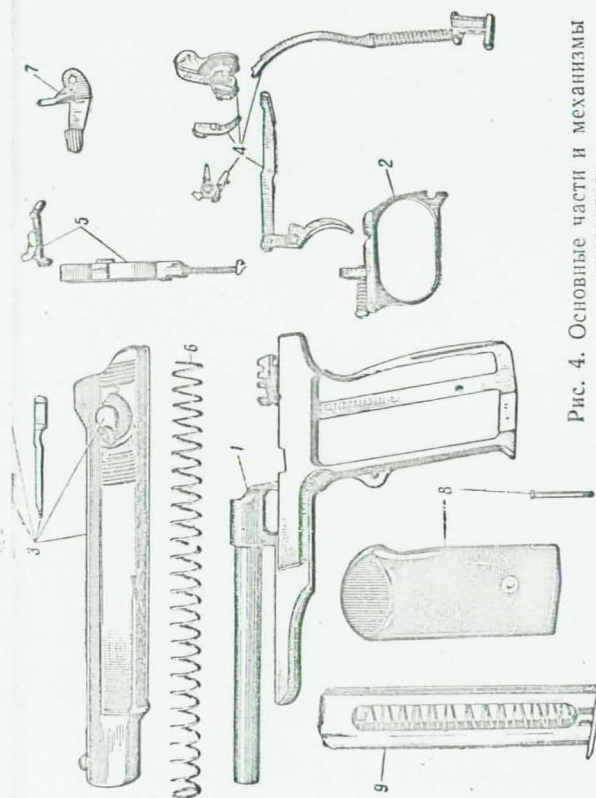

Рис. 4. Основные части и механизмы пистолета:
5. Пистолет состоит из следующих основных частей и механизмов (рис. 4): рамки со стволом и основанием рукоятки, спусковой скобы, затвора с ударником, выбрасывателем и переводчиком-предохранителем, ударно-спускового механизма, механизма замедления темпа стрельбы, возвратной пружины, затворной задержки, щечки рукоятки с винтом и магазина.